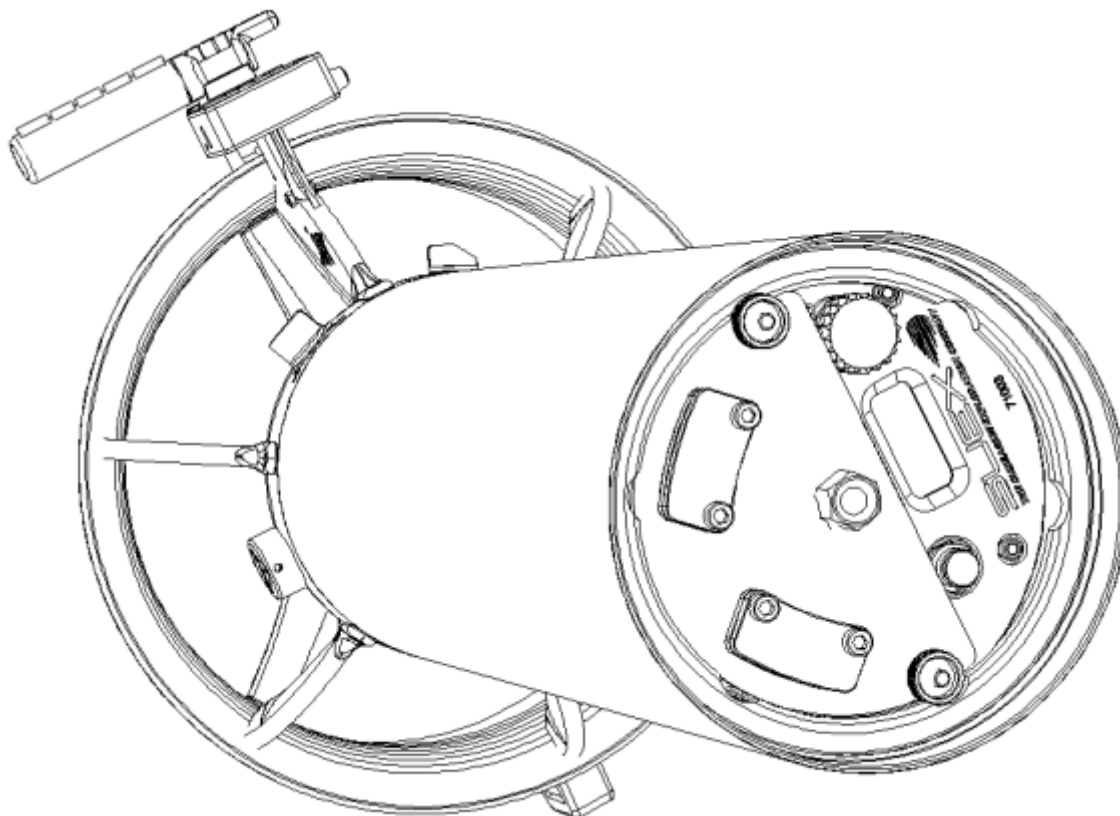

Fig.2 - Apertura del vano batteria
Tolto il musone svitare le ghiere (11 - Fig.2 e 3), estrarre la piastra (12), togliere gli anelli drop drap (11A) e rimuovere la batteria (14) tirandola verso l'alto. Alla completa estrazione della batteria, scollegare il connettore rosso (15).